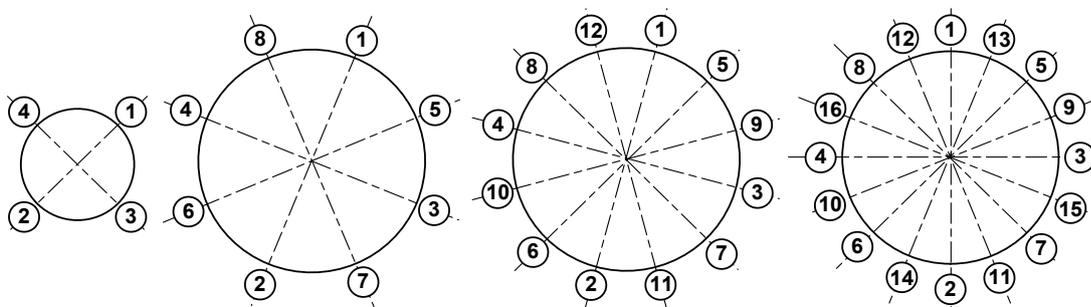

Рис.4. Очередность затяжки гаек на фланцах.
- 3.2.4.4. Затяжка гаек при установке ЭМР (имитатора) в трубопровод должна производиться в очередности, обозначенной на рис.4, динамометрическим ключом с крутящим моментом не более, указанного в табл.2.